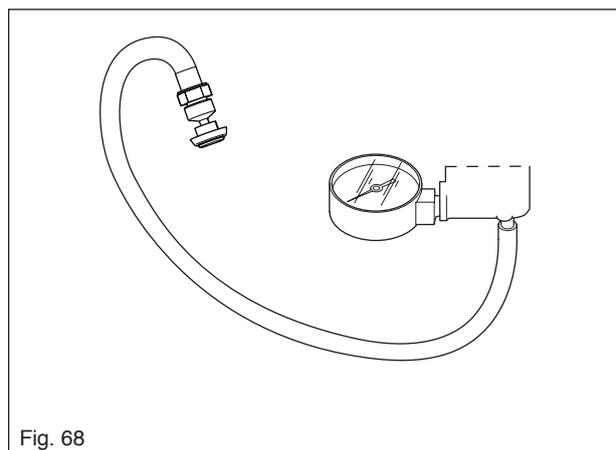

Fig. 68
- Procéder à un essai de pression du décompresseur. Procéder à un essai de pression du décompresseur conformément aux instructions ci-dessous. Voir également la figure 68.